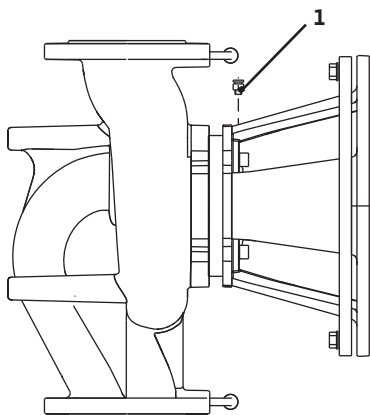

图 38：排气阀
- 松开排气阀（图 38，位置 1）使水泵排气。干转会损坏水泵的机械密封。不允许将压差传感器排气（有造成损坏的危险）。